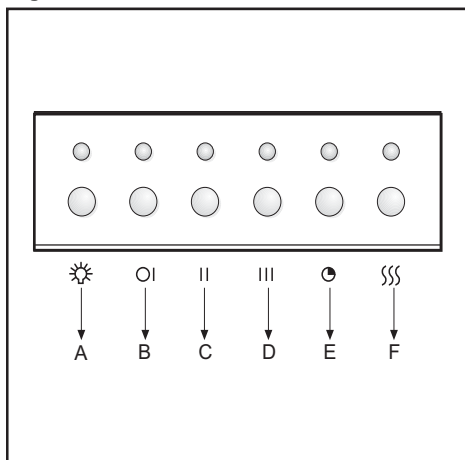

Fig.10
• COMANDI: ELETTRONICA (Fig. 10):